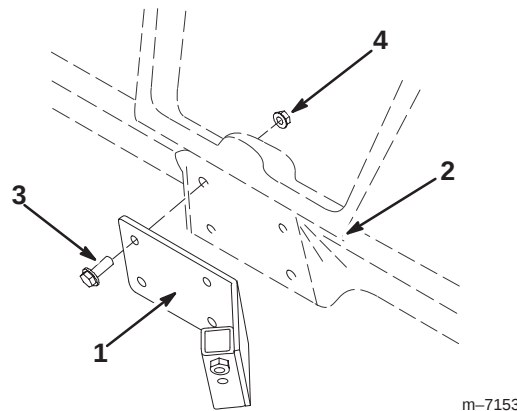

Figura 10
2. Instale la placa de montaje de la caja de control en el salpicadero del Workman (o la placa adaptadora) usando cuatro pernos (5/16 x 1 pulgada) y cuatro contratuercas (5/16 pulgada) según muestra la figura 10.